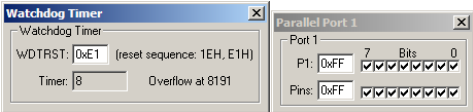

图 21-26 看门狗定时器开始运行
- (3) 选择“Debug”→“Start/Stop Debug Session”命令，进入程序仿真调试环境。
- (4) 选择“Peripherals”→“Timer”→“Watchdog”命令，打开看门狗定时器仿真界面。
- (5) 选择“Peripherals”→“I/O-Ports”→“Port 1”命令，打开并行 I/O 端口 P1 的仿真界面。
- (6) 选择“Debug”→“Run”命令，程序便开始仿真执行。此时，看门狗定时器开始运行，如图 21-26 所示。